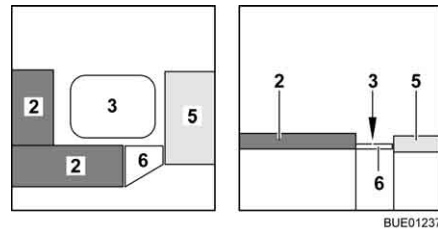

Fig. 95 Pendant la transformation
- Accrocher la rallonge latérale de lit (Fig. 95,6) dans les banquettes.